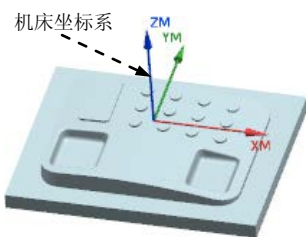

图 12.3 创建机床坐标系
Step2. 单击“CSYS”对话框 **操控器** 区域中的“操控器”按钮 ，系统弹出“点”对话框，在“点”对话框的 **Z** 文本框中输入值 30.0，单击 **确定** 按钮，此时系统返回至“CSYS”对话框，在该对话框中单击 **确定** 按钮，完成图 12.3 所示机床坐标系的创建。